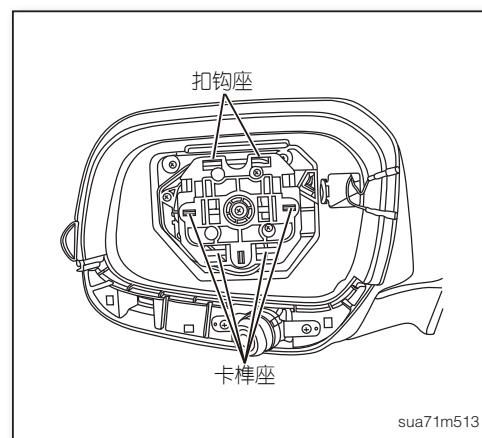

图4
4. 先将车门后视镜片背面上缘扣钩钩入后视镜片固定器托架扣钩座(如图4)。
4. 先将车门后视镜片背面上缘挂钩钩入后视镜片固定器托架挂钩座(如图4)。